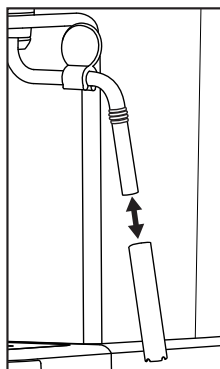

Figura 3
- 5) Scoateți învelișul dispozitivului de spumare a laptelui **10** (figura 3) și curățați-l cu atenție în apă caldă.
- 7) Împingeți la loc învelișul a laptelui 10 (figura 3).